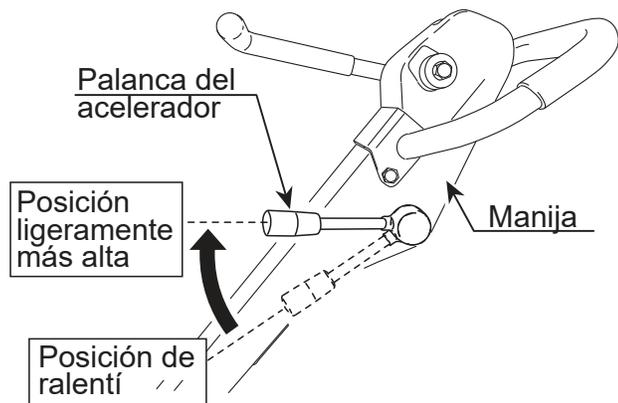

Figura 13. Palanca del acelerador (posición más alta)
2. Mueva la palanca del acelerador (Figura 13) a una posición ligeramente más alta de la posición de *ralentí*.